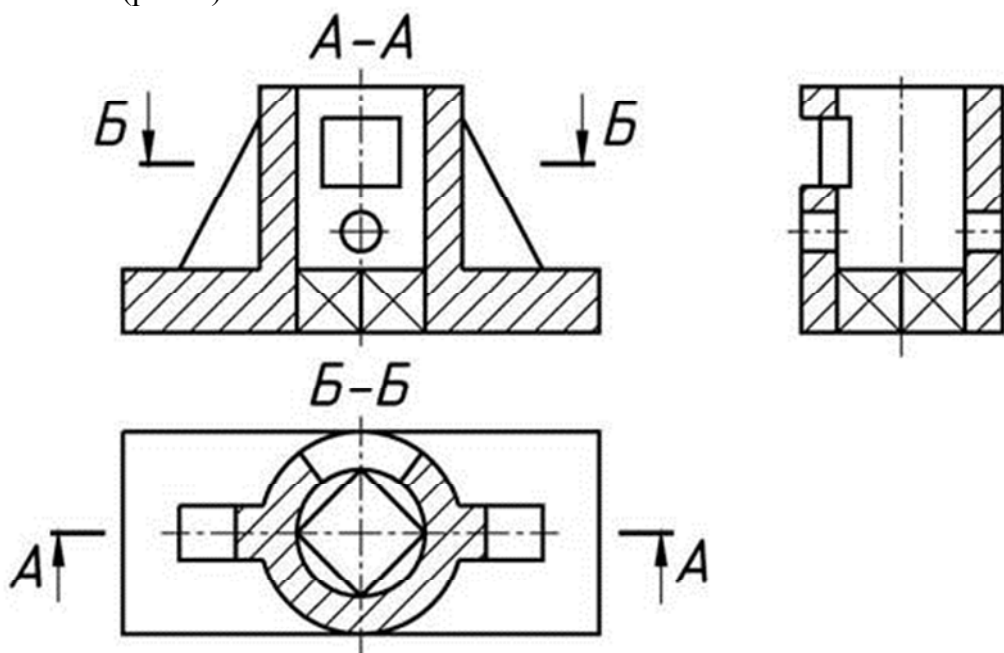
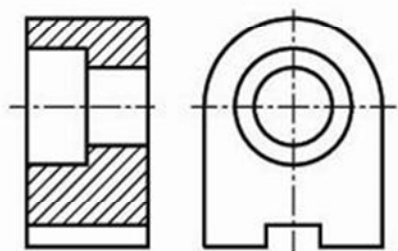

Рис. 1.
Рис. 2
- ☐ горизонтальные (рис. 1. – «Б-Б»);
- ☐ вертикальные: фронтальные (см. рис 1. – «А-А»), профильные (см. рис. 1.);
Такие разрезы получают при рассечении предмета плоскостью, параллельной какой-нибудь из плоскостей проекций и располагают, как правило, на месте соответствующего основного вида (см. рис. 1.): фронтальный – на месте вида спереди; профильный – на месте вида слева; горизонтальный – на месте вида сверху.
Если деталь симметрична относительно секущей плоскости и изображение находится на месте основного вида, простые разрезы не обозначают (например, профильный разрез на рис. 1. и фронтальный разрез на рис. 2).